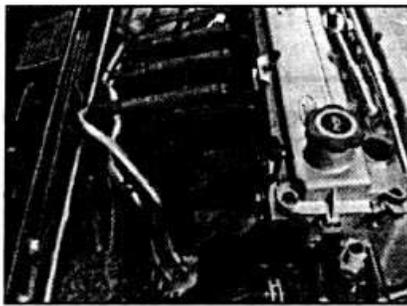

Рис. 4E.32. Снятие трубопровода пульсации воздуха на двигателях Zetec.
- впускному коллектору. Снимите трубы и корпус фильтра целиком (см. рис. 4E.32).